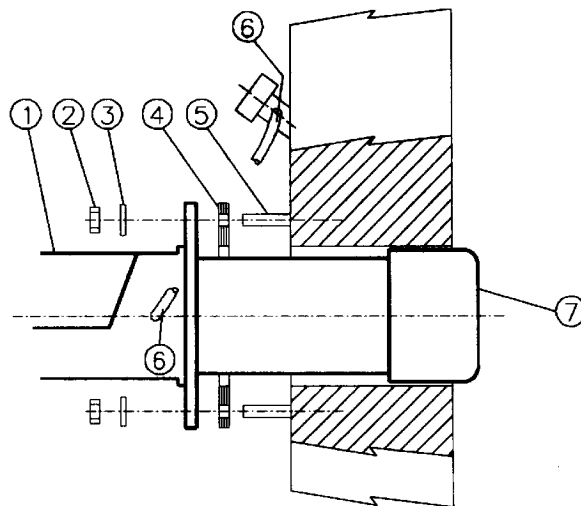

Рис. 10
- 4). закрепить ее с помощью гаек к крепежным винтам котла, согласно схеме на Рис. 10.